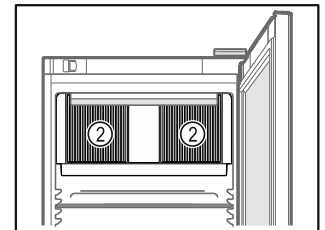

Fig. 61
- Ne pas obstruer les fentes d'aération Fig. 61 [2] du ventilateur de circulation d'air à l'intérieur de l'appareil.